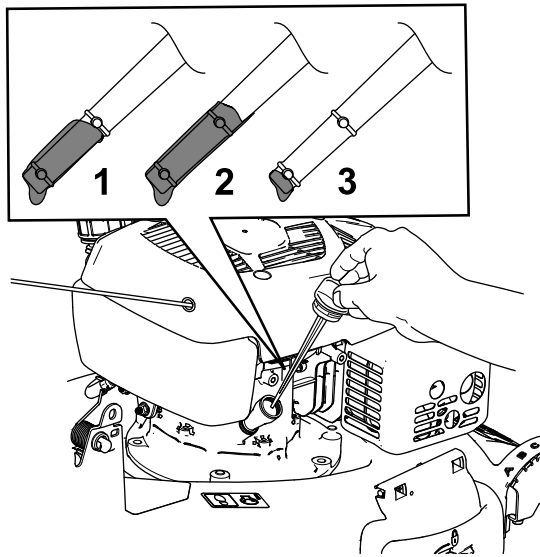

図 8
3. ディップスティック 図 8 を抜き取り、所定のオイルを容量の約  $\frac{3}{4}$  程度までエンジンに入れる。
6. ディップスティックの目印で油量を点検する 図 8。